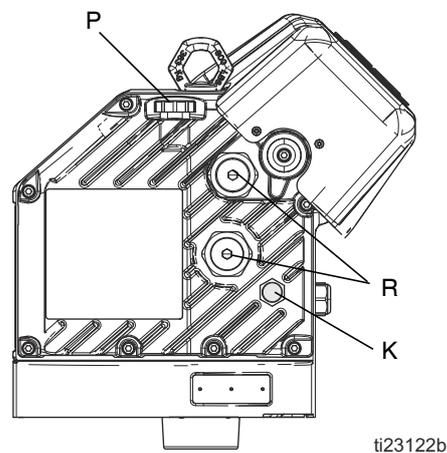

ABB. 9: Schauglas und Ölfülldeckel
3. Den Fülldeckel (P) öffnen und silikonfreies Synthetikgetriebeöl der Marke Graco, Teile-Nr. 16W645 ISO 220 einfüllen. Den Ölpegel im Sichtglas (K) überprüfen. (Siehe ABB. 9.) Auffüllen, bis das Öl ungefähr bis in die Mitte des Sichtglases reicht. Das Ölfassungsvermögen beträgt ca. 0,9 - 1,1 Liter (1,0 - 1,2 Quart). **Nicht überfüllen.**
Den Ölpegel im Sichtglas (K) überprüfen. (Siehe ABB. 9.) Wenn sich das Spritzgerät im Stillstand befindet, sollte sich der Pegel etwa auf halber Höhe des Schauglases befinden. Den Ölfülldeckel (P) öffnen und silikonfreies Synthetikgetriebeöl der Marke Graco, Teile-Nr. 16W645 ISO 220 einfüllen. Siehe ABB. 9.
Siehe ABB. 9. Die Lagervorspannungen (R) sind werksseitig voreingestellt und können vom Benutzer nicht angepasst werden. Die Lager Vorlasten nicht anpassen.